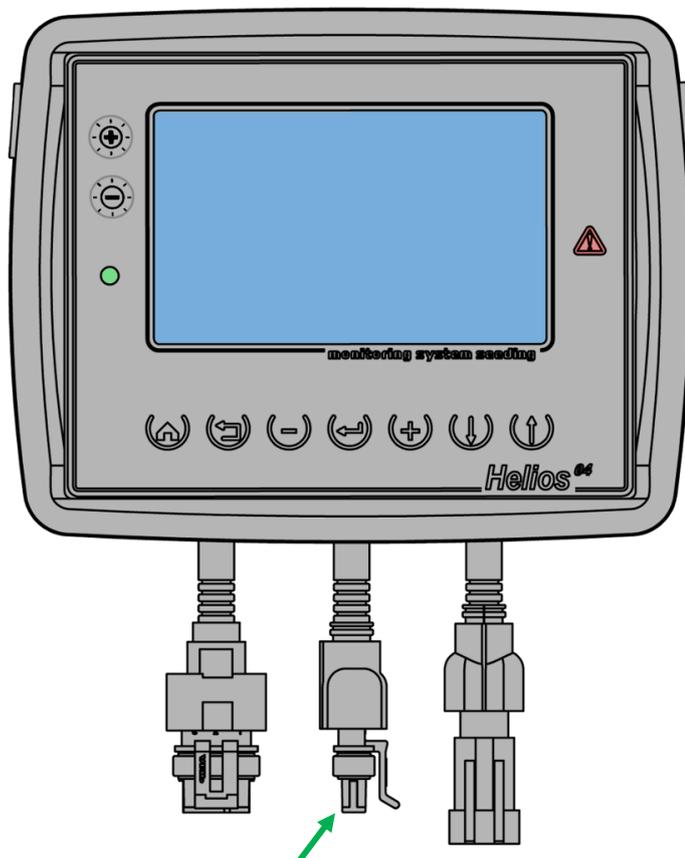

Рисунок 50 Кабельный ввод жгута связи RS-485
1. Отключите все датчики от кабельного ввода жгута связи на панели оператора (четырёхконтактный разъем, см. Рисунок 50).
2. Датчик, которому нужно установить новый программный адрес, подключите к кабельному вводу жгута связи на панели оператора (см. Рисунок 50).